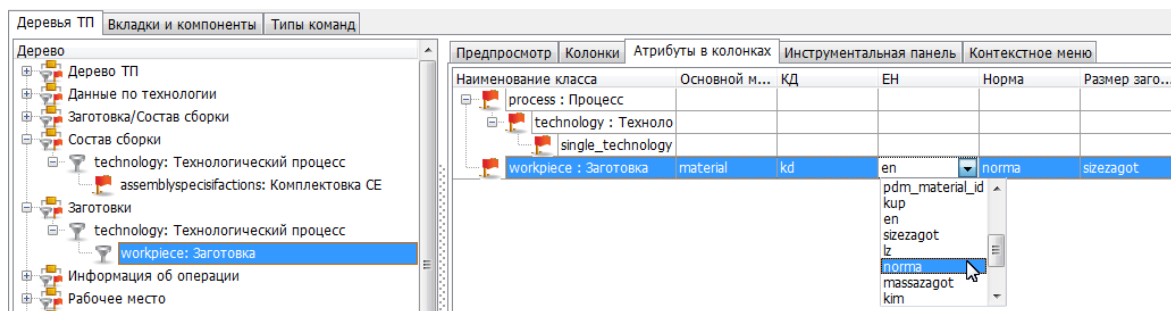

Рис. 10.38. Определение атрибута, выводимого в колонку таблицы
- ✎ перейти на вкладку **Атрибуты в колонках** и для вновь созданной (добавленной) колонки указать атрибут нужного класса, выбрав его из выпадающего списка (Рис. 10.38).